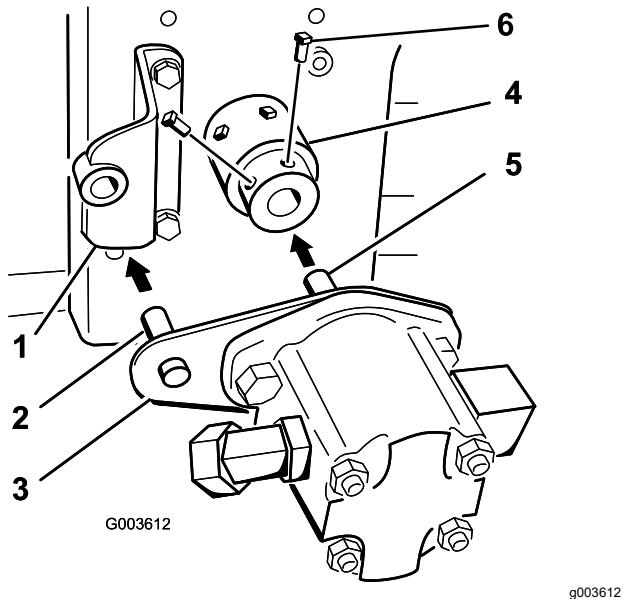

Bild 20
**Hinweis:** Die Hydraulikpumpenwelle berührt das Ende der Motorzapfwelle (Bild 20).
und setzen Sie sie in die Nabe ein, um die Hydraulikpumpenwelle zu befestigen (Bild 20).